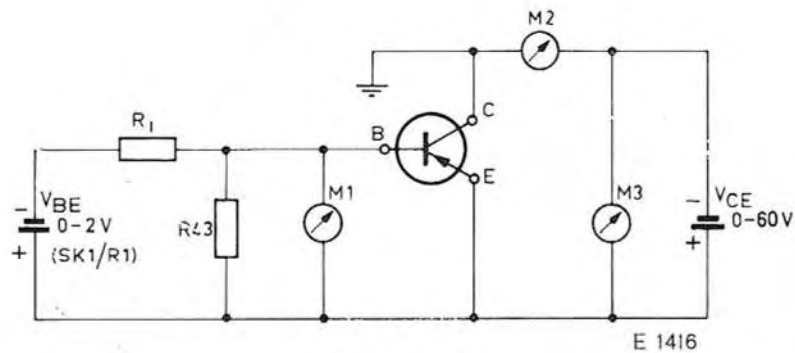

Fig. 25. Schéma pour l'établissement de la caractéristique $I_C = f(V_{BE})$
F. ETABLISSEMENT DES CARACTERISTIQUES $I_C = f(V_{BE})$ (fig. 25)